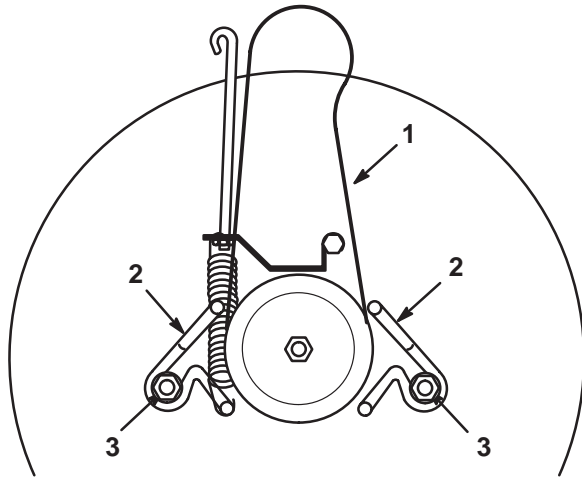

Bild 41
2. Lockern Sie die Befestigungsschrauben an der Riemenführung und bewegen diese von der Scheibe weg (Bild 41).
1. Bringen Sie den neuen Messertreibsriemen an der Schnittmesser-Scheibe und in beiden Riemenführungen an (Fig. 41).
2. Stellen Sie die Riemenführungen so ein, dass sie sich 3 mm von der Scheibe befinden. Ziehen Sie die Befestigungsschrauben fest (Bild 41).